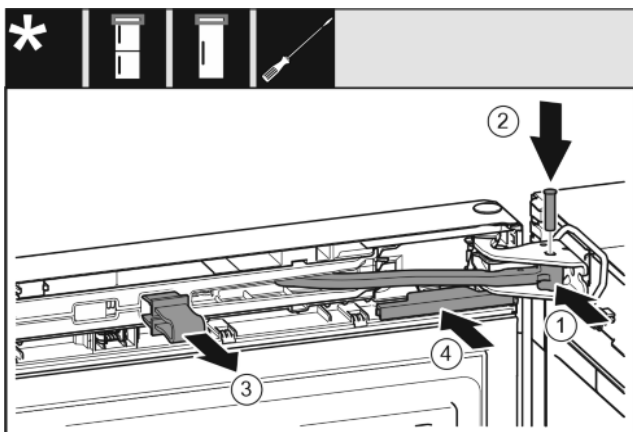

Fig. 39
- ▶ Scharnier in lagerbus draaien. *Fig. 39 (1)*
- ▶ Bout in de lagerbus en het scharnier aanbrengen. Opletten dat hierbij de vergrendelnok correct in de groef zit. *Fig. 39 (2)*
- ▶ Borging verwijderen. *Fig. 39 (3)*
- ▶ Afdekking erop schuiven. *Fig. 39 (4)*